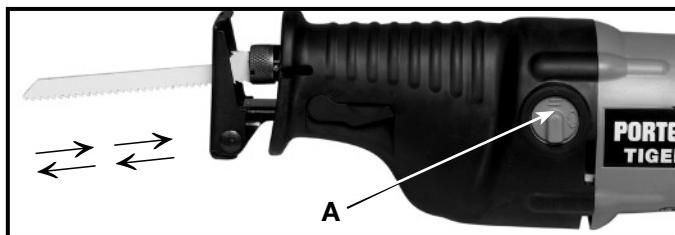
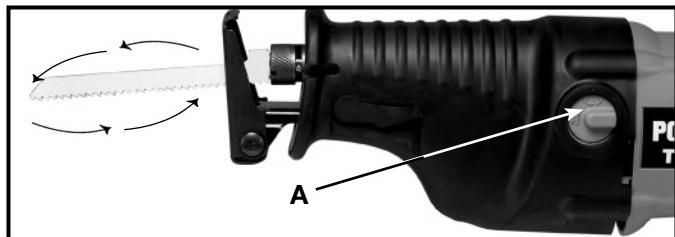

Fig. 10
Fig. 11
La segueta del **Modelo 748** tiene un movimiento dual. Usted puede escoger una carrera de vaivén en línea recta, como está ilustrado en la Fig. 10, o una de movimiento orbital, como está ilustrado en la Fig. 11. Debe usar la carrera de vaivén para cortar toda clase de metal, y también, para cortar madera si el acabado es más importante que el tiempo. Use el movimiento orbital para cortar madera con rapidez.
Para escoger la carrera de vaivén en línea recta: gire el mando (A) Fig. 10, en el sentido de las manecillas del reloj hasta que la barra esté vertical (el símbolo opuesto de la flecha arriba), como está ilustrado en la Fig. 10.
Para escoger el movimiento orbital: gire el mando (A) Fig. 11, en el sentido contrario a las manecillas del reloj hasta que la barra esté horizontal (el símbolo oval de la flecha arriba), como está ilustrado en la Fig. 11.
ADVERTENCIA No use la herramienta si de perilla (A) Fig. 10 & 11 son rotos las partes como expuestas de metal se pueden hacer vivo si la hoja corta en alambrar vivo dentro de una pared.